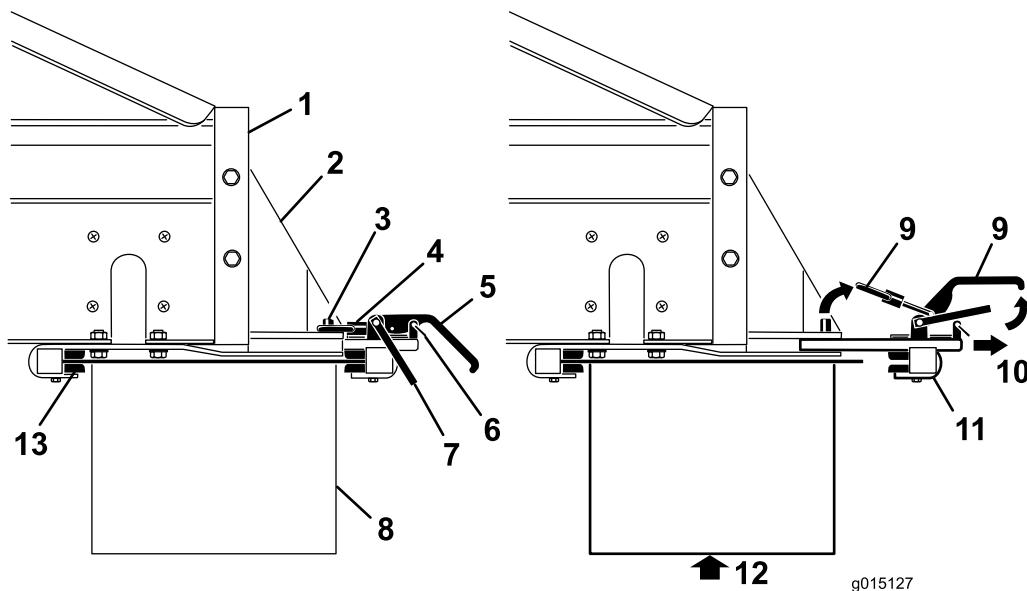

Рисунок 49
- Снимите зажимы предохранительных защелок с рукояток хомутов (Рисунок 49).
- Поднимите предохранительную защелку, затем поднимите рукоятки хомутов дополнительного навесного орудия и освободите стопорные кольца от стопорных штифтов (Рисунок 49).
- Выполните задний узел хомута дополнительного навесного орудия из пазов быстрого подсоединения (Рисунок 49).
- Вместе с помощником вставьте переднюю кромку поперечного транспортера / поворотного устройства вверх и под заднюю часть машины, в передние хомуты на кронштейнах (Рисунок 49).
- Поддерживая поперечный транспортер / поворотное устройство, сдвиньте узел заднего хомута дополнительного навесного оборудования назад в пазы кронштейнов и поверх задней кромки (Рисунок 49).
- Установите зажимы предохранительных защелок на рукоятки хомутов (Рисунок 49).